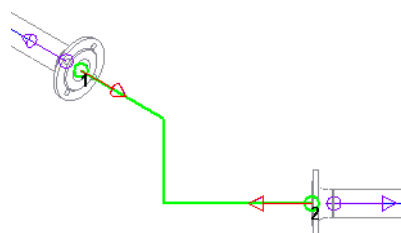

Рис. 2
- ▼ **До скрещивания** — построение производится траекторией, крайние сегменты которой строятся до места их скрещивания (рис. 2).